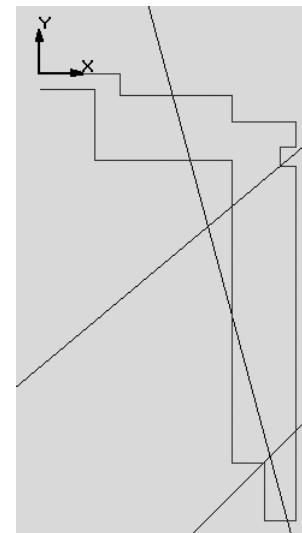

Рис. 4.58
4. Ввод трех вспомогательных прямых. На инструментальной панели нажмите кнопку  (**Ввод вспомогательной прямой**) и на запрос системы **Укажите первую точку вспомогательной прямой или введите координаты** активируйте мышью поле координаты X и установите с клавиатуры величину 70. Нажмите клавишу **Enter**. Затем щелкните мышью на поле координаты Y и введите значение (-122). Вновь нажмите **Enter**. В окне **Угол наклона прямой к оси X** установите (45) и снова **Enter**. Аналогично установите координаты точки второй вспомогательной прямой (60, -75), угол наклона 105 и третьей (75, -29) с углом наклона 40 градусов (рис. 4.58).